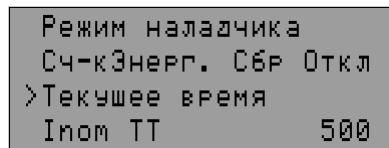

Рисунок 5.9 – Режим Уровень наладчика
- 2) Кнопками **ВВЕРХ** или **ВНИЗ** последовательно набрать три цифры пароля наладчика от 1 до 9, разделяя набор нажатием кнопки **ЗАП/СБР/ВЫБ**. Если пароль неверен, то УБЗ-304 возвратится в состояние **Просмотр измеряемых и вычисляемых параметров**, иначе перейдет на **Уровень наладчика** (рис. 5.9).
- кнопками **ВВЕРХ** или **ВНИЗ** выбрать параметр (рис. 5.9);